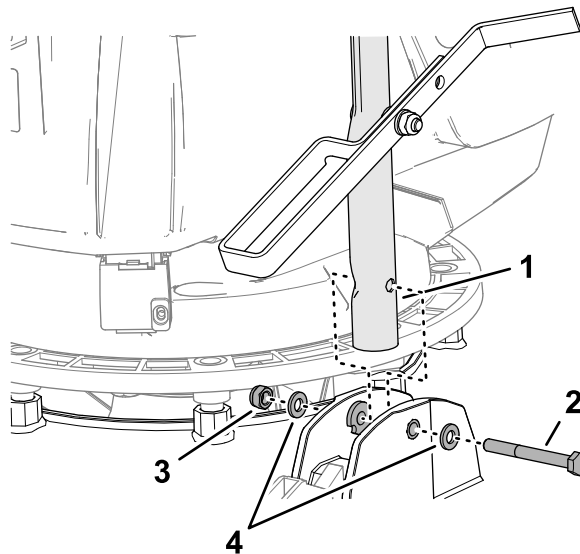

Figura 7
3. Alinee el taladro en el manillar con los taladros en los casquillos (Figura 7) y fije el manillar a la máquina con un perno (6 x 55 mm), 2 arandelas (6 mm) y una contratuerca (6 mm).